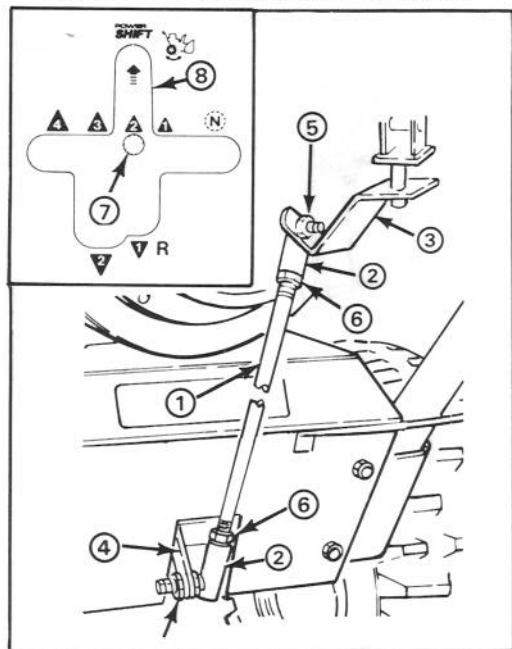

Figure 4
## POSE DE LA TIGE DE CONVERSION (fig. 4)
**Remarque :** si le levier de changement de vitesse ne se trouve pas en regard de la fente de conversion Power Shift sur le panneau de commande (fig. 4, illustration intérieure), il convient de régler la longueur de la tige de conversion de la façon suivante :